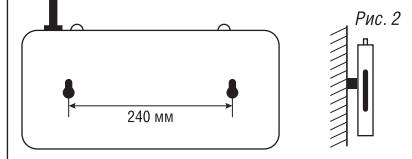

Рис. 2
- Для установки светильника настенным способом просверлите два отверстия на расстоянии 240 мм, Рис. 2, вкрутите в отверстия саморезы (в комплект не входят) и повесьте светильник на стену с помощью монтажных ушек, расположенных на задней части светильника.